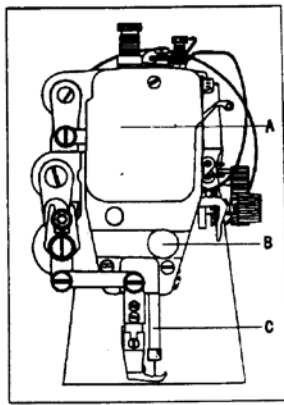

Рис. 17.
16. Синхронизация движения иглы с вращением челнока (рис. 17, 18, 19. 20)
А. Регулировка положения иглы (см. рисунок 17).